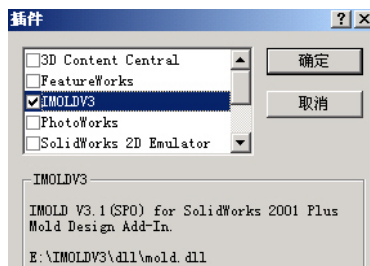

图 1.1
- (1) 启动 SolidWorks 软件，单击主菜单中的“工具→插件”菜单工具，出现如图 1.1 所示的插件管理对话框。
- (1) 单击主菜单中的“工具→插件”菜单工具，出现如图 1.1 所示的插件管理对话框。
(2) 在插件管理框中取消 IMOLD 选项的勾选状态。
(3) 单击“确定”按钮退出。